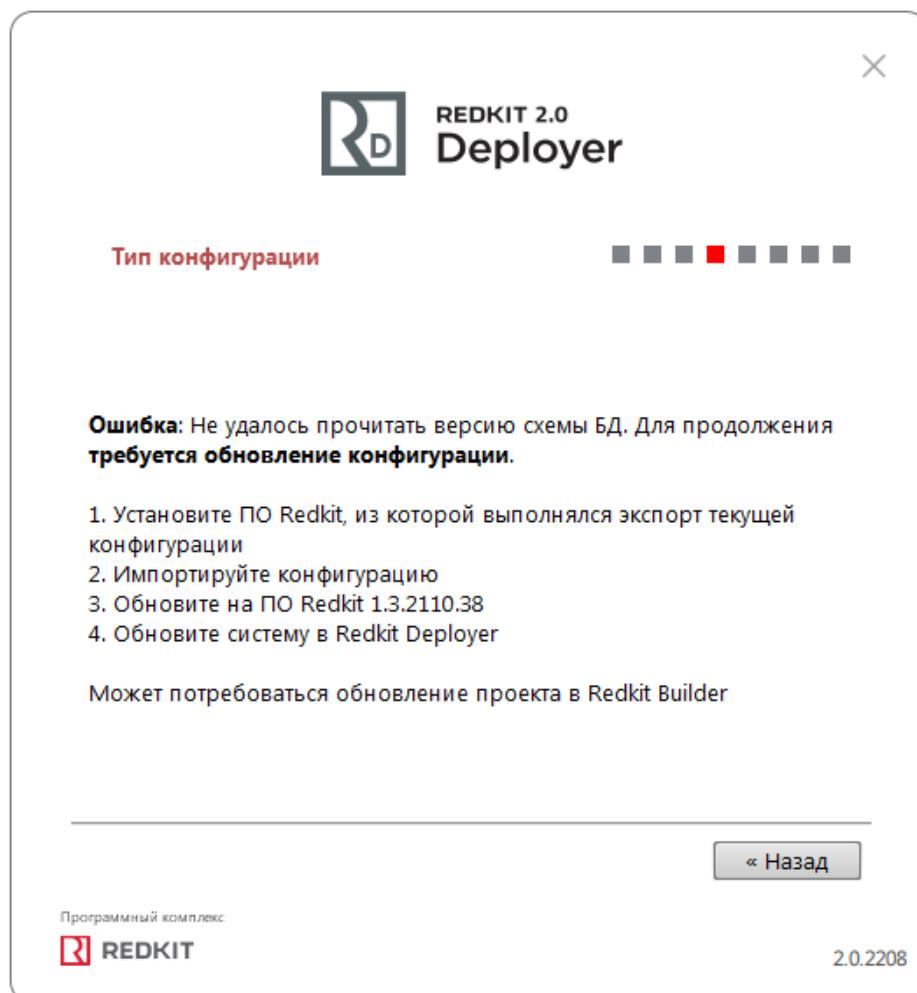

Рисунок 410 - Ошибка при импорте
**Решение:** следуйте указаниям, представленным в окне с ошибкой (Рисунок 410).